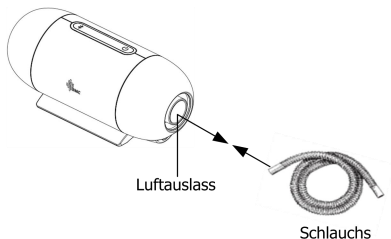

Abb. 12-4
(1) Schließen Sie das eine Ende des Schlauchs an den Luftauslass des Hauptgeräts an, wie in Abb. 12-4 dargestellt.